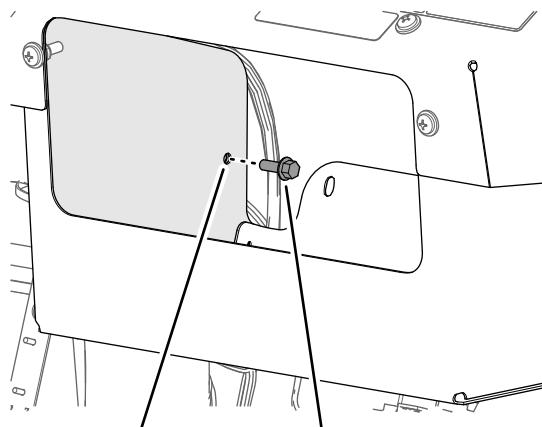

Bild 20
3. Stecken Sie eine Bundkopfschraube ( $\frac{1}{4}$ " x  $\frac{3}{4}$ ") von der Innenseite des Ablagefachs durch das Loch in der Innenwand des Fachs (Bild 20).